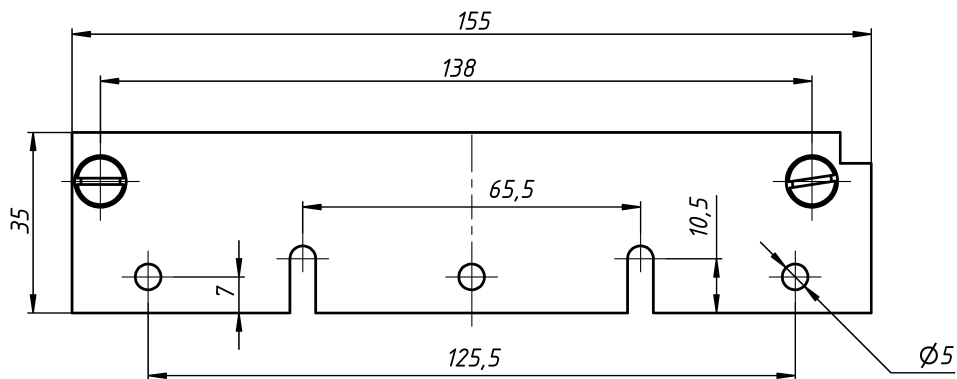

Рис.4 Переходная планка крепления корпуса
5.1 Габаритно-установочные размеры частей замка приведены на рис.4, 5 и 6.
5.5 Якорная часть замка устанавливается на двери напротив корпуса. Для варианта поставки **AL-180FB-01** в двери подготавливаются монтажные отверстия для штифта и деталей крепления в соответствии с габаритным чертежом якоря (рисунок 4).